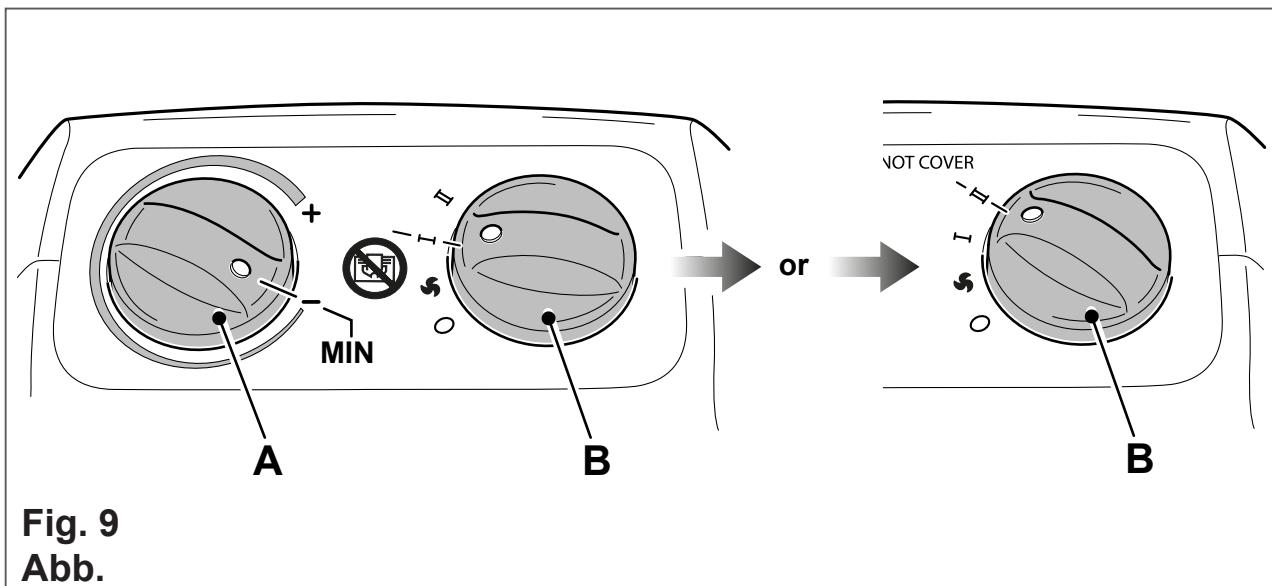

Fig. 9
- To activate FROST-PROTECTION function, turn knob "A" on "—" (MIN) and select the heating power "I" or "II" by turning knob "B" (fig. 9).
- Pour activer la fonction ANTIGEL, tourner la molette "A" sur "—" (MIN) et sélectionner la puissance de chauffage en tournant la molette "B" sur "I" ou sur "II" (fig. 9).
- Zur Aktivierung der Funktion FROSTSCHUTZ drehen Sie den Knopf "A" auf "—" (MIN) und wählen die Heizleistung durch Drehen des Knopfes "B" auf "I" oder "II" (Abb. 9).
- Para activar la función ANTICONGELACIÓN, gire la manija "A" a "—" (MIN) y seleccione la potencia de calentamiento con la manija "B" a "I" o "II" (fig. 9).